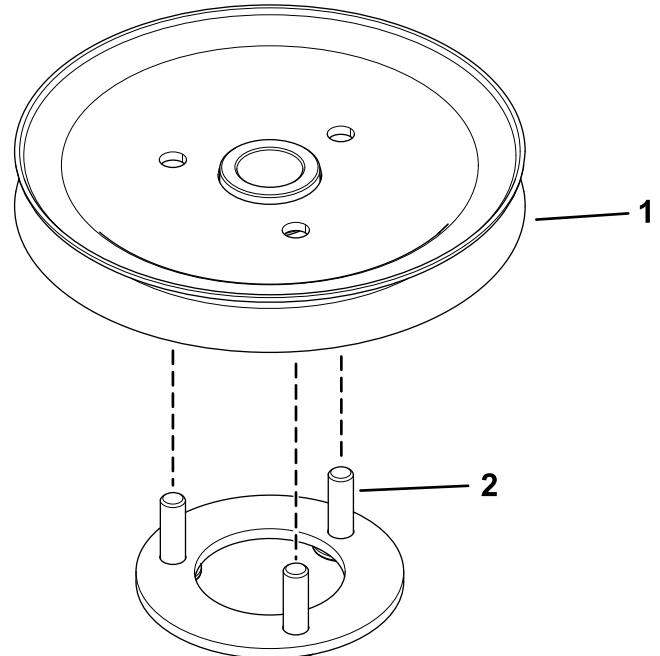

Figura 7
3. Inserite i prigionieri di montaggio della piastra della puleggia nei fori della gola (Figura 7).